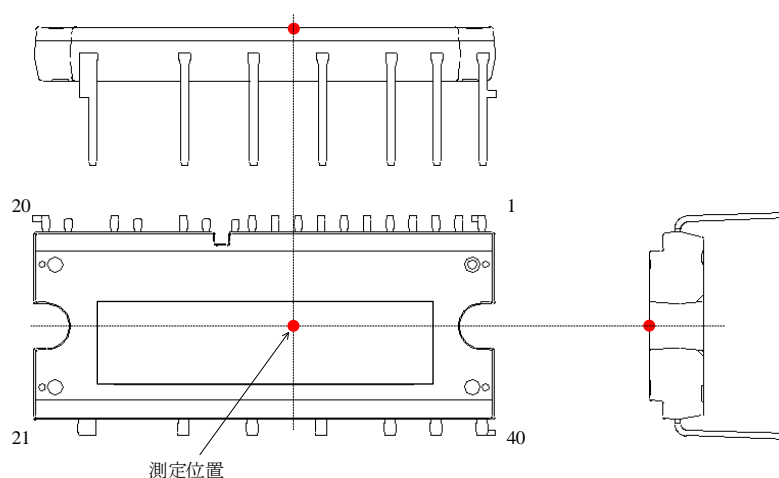

図 3-1 ケース温度測定位置
(1) 制限抵抗の電圧降下を含む
(2) ケース温度は図 3-1 で規定
(3) 内部出力素子のジャンクションとケース間の定常熱抵抗（過渡熱特性は 15.3 項を参照）
(4) 内部フリーホイールダイオードのジャンクションとケース間の定常熱抵抗